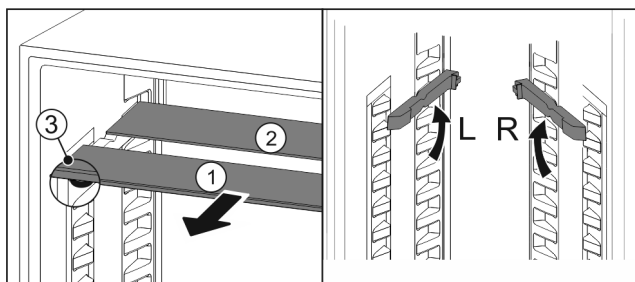

Fig. 34
- Dra ut Fig. 34 (1) glashyllorna framåt en i taget.
- ▷ Glashyllan Fig. 34 (1) med dekorlisten ligger längst fram.
- ▷ Stoppklackarna Fig. 34 (3) är vända nedåt.